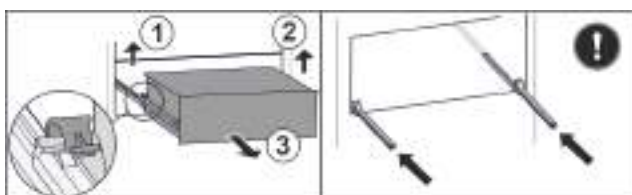

Fig. 231
- ▶ Приподнимите левый зажим и одновременно вытяните движением вперед выдвижной ящик слева. Fig. 231 (1)
- ▶ Приподнимите правый зажим и одновременно вытяните движением вперед выдвижной ящик справа. Fig. 231 (2)
- ▶ Извлеките выдвижной ящик движением вперед. Fig. 231 (3)